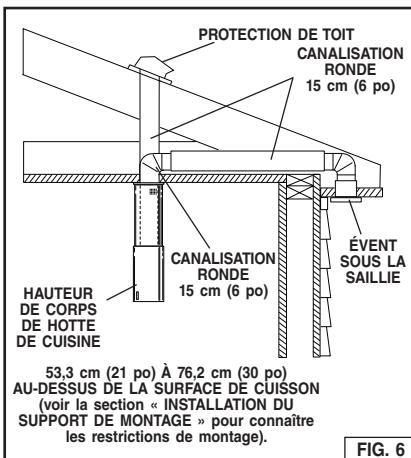

FIG. 6
1. Décidez à quel endroit passera la canalisation entre la hotte et l'extérieur. Fig. 6.